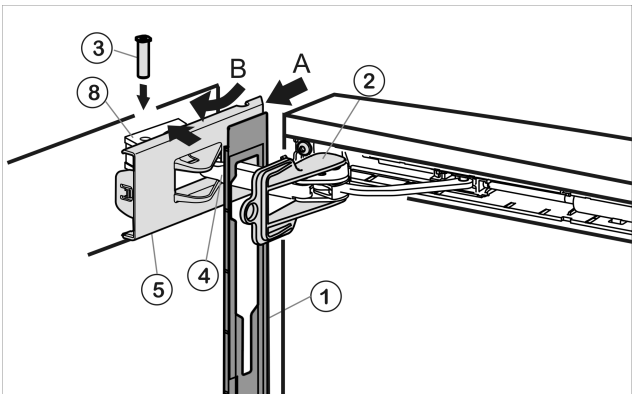

Fig. 59
- Accrocher le panneau Fig. 59 (1) sur l'étrier de l'amortisseur Fig. 59 (4), de telle sorte à ce que le crochet d'arrêt pointe vers l'intérieur et la face avant de l'appareil.
- Pousser le cache Fig. 59 (5) depuis l'extérieur (A) et le faire pivoter au-dessus de l'élément pivotant Fig. 59 (8) (B).
- Poser le cache Fig. 59 (5) et l'encliqueter jusqu'au premier enclenchement.
- Tirer l'étrier de l'amortisseur Fig. 59 (4) vers l'élément pivotant et enfoncer à nouveau le pivot Fig. 59 (3) à partir du haut, de telle sorte à ce que le carré repose dans l'évidement.
- Bloquer maintenant le cache Fig. 59 (5) complètement sur l'élément pivotant Fig. 59 (8).
- Retirer le dispositif d'arrêt Fig. 59 (2) en le tournant.
- Faire encliqueter le panneau Fig. 59 (1) à la porte.